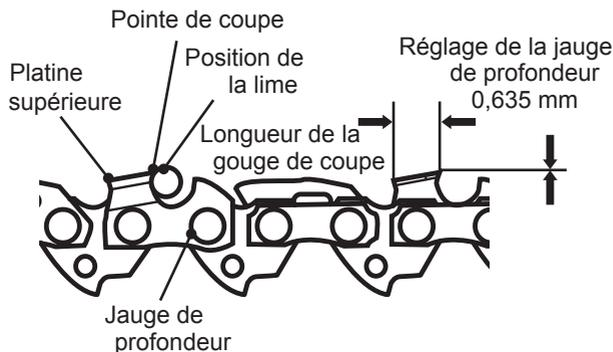

Fig. 41
9. Utilisez un instrument de mesure de jauge de profondeur pour vérifier la hauteur des jauges de profondeur. Les gabarits de mesure des jauges de profondeur sont disponibles chez la plupart vendeurs d'outillage réputés (Fig. 41).